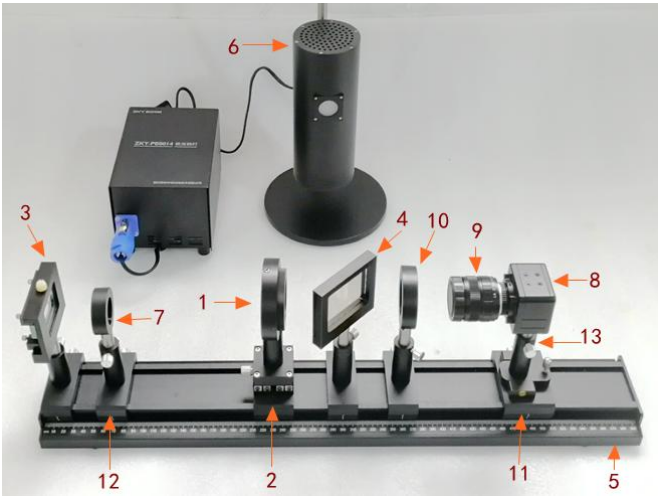

图 3 牛顿环及劈尖干涉实验
1. 牛顿环及劈尖干涉实验组成如图 3 及表 1 所示：
仪器主要是由导轨、低压钠灯、半反半透镜、牛顿环、LED 光源（标尺）、劈尖、工业镜头和工业相机等组成。如图 3 所示（图片仅供参考，以实物为准）。